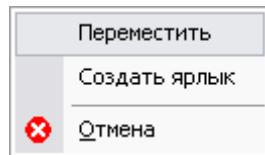

Рис. 23
1. Перетащить ее мышью в другую папку, после чего появится контекстное меню (Рис. 23).
2. Нажать на перемещаемую папку правой кнопкой мыши и в появившемся контекстном меню выбрать пункт **Копировать**. Затем нажать правой кнопкой мыши на папку, в которую будет производиться перемещение, и в появившемся меню выбрать пункт **Вставить**. После чего появится контекстное меню (Рис. 23).
3. Выберите одну из команд контекстного меню (Рис. 23)